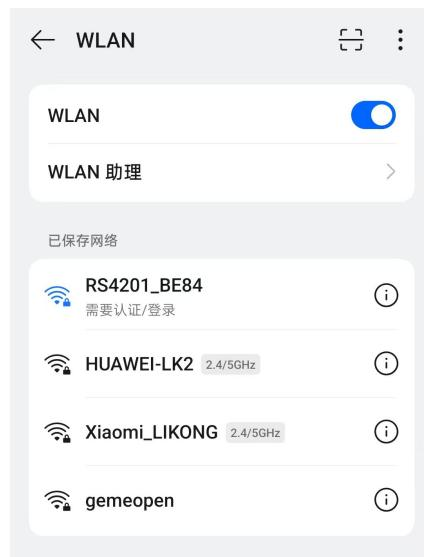

图 1.2
- 1、给集线器通电后会自动开启一个名为“RS4201_XXXX”的 WIFI 热点，如图 1.2。此热点 30 分钟后会自动关闭，务必在 30 分钟内完成所有配置。